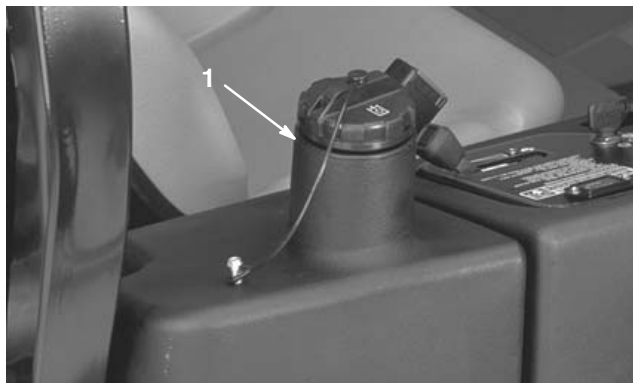

Figure 56
3. Versez approximativement 13,2 l d'huile hydraulique dans le réservoir (Fig. 56) (voir Contrôle du système hydraulique, page 20).